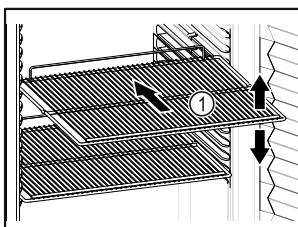

Fig. 64 例图
- 如果存放格栅 Fig. 64 (1)可移动，则根据高度进行调整。